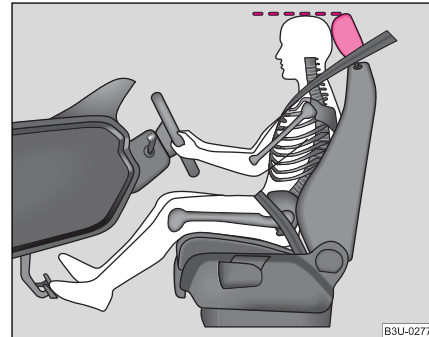

Fig. 123 Reglarea corectă a înălțimii tetierei
☞ Reglați tetierele astfel încât marginea superioară a tetierei să se afle la aceeași înălțime cu partea superioară a capului dvs. ♥ fig. 123.
☞ Reglați tetierele astfel încât marginea superioară a tetierei să se afle la aceeași înălțime cu partea superioară a capului dvs. ♥ pagina 141, fig. 123.
- ☒ Reglați tetierele astfel încât marginea superioară a tetierei să se afle la aceeași înălțime cu partea superioară a capului dvs. ♥ pagina 141, fig. 123.